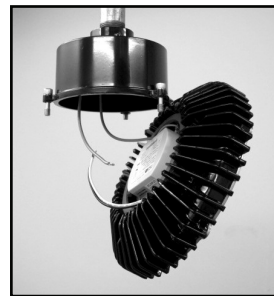

Figura 3.
1. Cuelgue la unidad sobre el borde del módulo adaptador (Figura 3.).
- a. Cuelgue la cubierta de la LED sobre el borde del módulo adaptador (Figura 3.).